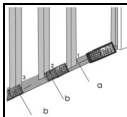

Fig. 13 : Mesure de distance avec cotes
6. Déplacer doucement l'instrument le long de la ligne radiale en observant la valeur mesurée (voir Fig. 13). L'instrument montre les flèches ou pour indiquer la direction où il faut procéder et commence à sonner à une distance de 0.1m des seuils (a) et (b) prédéfinis en émettant un son continu une fois le seuil atteint. La mesure a une durée d'une minute environ et peut être terminée par la touche ou .